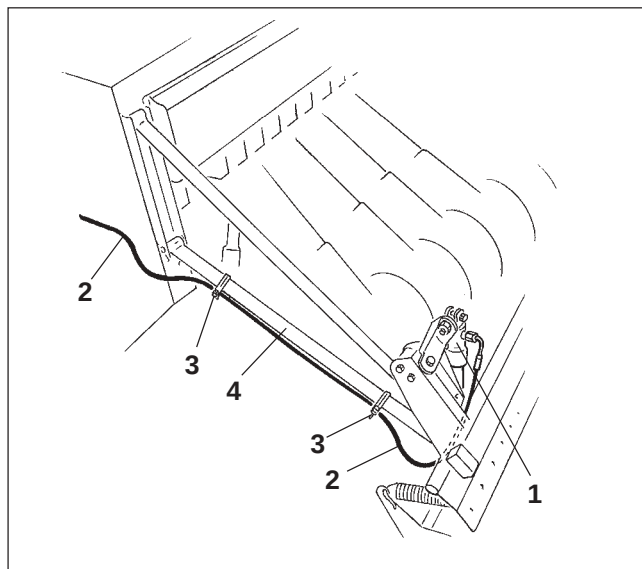
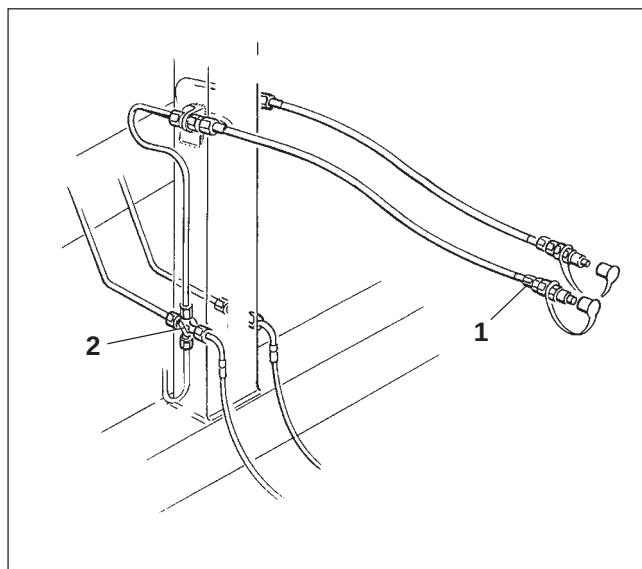

Рис. 11.2
Рис. 11.3
Выравниватель типа "эзакт" поставляется с механическим устройством для регулировки давления и гидравлическим устройством регулировки давления выравнивателя типа "эзакт". Выравниватель типа "эзакт" с гидравлическим устройством регулировки давления оборудован гидравлическим цилиндром (Рис. 11.2/1). Выравниватель типа "эзакт" крепятся на сеялке следующим образом.
- Гнезда (Рис. 11.2/2) необходимо закрепить на семенном ящике сеялки.
- Гидравлический шланг (Рис. 11.2/2) подключается к гидравлическому цилиндру (Рис. 11.2/1).
- Гидравлический шланг (Рис. 11.2/2) с зажимной скобой (Рис. 11.2/3) прокладывается вдоль крепежной трубы (Рис. 11.2/4) и присоединяется к гидравлическому клапану (Рис. 11.3/2) "присоединительного элемента II" (Рис. 11.3/1) на сеялке.
Гидравлический шланг (Рис. 11.2/2) в шарнирных соединениях прокладывайте с запасом, чтобы гидравлический шланг не обрывался в результате движения выравнивателя типа "эзакт".